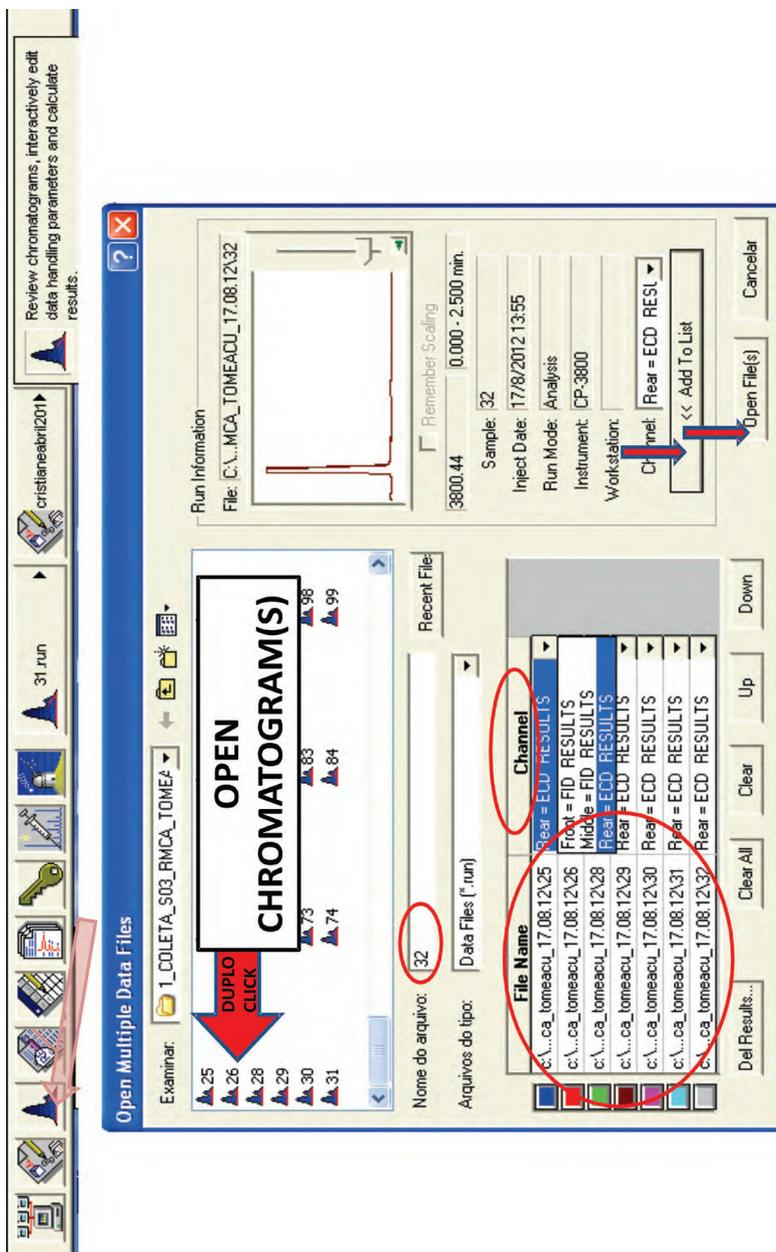

Figura 32. Procedimentos para seleção e abertura de cromatogramas para análise de resultados.
- **View/Edit Chromatograms** → abrir **Interative Grafic**. Aparecerá a view **Open Mutiplus Data File** → **Star** → **Data**; abrir a pasta de amostras analisadas, selecionar os cromatogramas (sete no máximo) com um duplo clique no nome da amostra ou clique no nome do arquivo → **Add To List Open File(s)** → clicar em **Channel** e escolher o identificador de análise de resultados (**Front = FID; Middle = FID; Rear = ECD**) → **Open File(s)** (Figura 32). Em seguida, abrir o método.